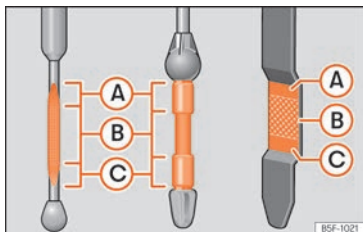

Fig. 189 Jauge d'huile moteur.
- Puis retirez-la à nouveau et vérifiez le niveau d'huile » **fig. 189**. Faites l'appoint d'huile moteur si nécessaire.
- Dès que le niveau d'huile atteint la zone » » fig. 189 (B), revisez soigneusement le bouchon de l'orifice de remplissage » » ①.
① ATTENTION
Ne démarrez pas le moteur si le niveau d'huile se trouve au-dessus de la zone » » fig. 189 (A). Risque d'endommagement du moteur et du catalyseur ! Prenez contact avec un atelier spécialisé.
Le niveau d'huile ne doit en aucun cas dépasser la zone » » fig. 189 (A). Sinon, de l'huile risque d'être aspirée par l'aération du carter-moteur et d'être rejetée dans l'at-